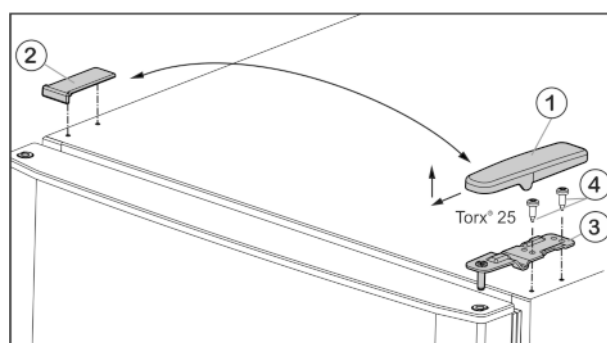

Fig. 4
- ▶ Потяните крышку Fig. 4 (1) вперед и вверх.
- ▶ Снимите крышку Fig. 4 (2).
- ▶ Открутите верхний опорный кронштейн Fig. 4 (3)(2 шт. Torx® 25) Fig. 4 (4) и вытяните вверх.
- ▶ Установите верхний опорный кронштейн Fig. 4 (3) на новой стороне шарнира и защелкните в дверце.
- ▶ Привинтите верхний опорный кронштейн (с моментом 4 Нм) (2 шт. Torx® 25) Fig. 4 (4). При необходимости используйте аккумуляторный шуруповерт.
- ▶ Наденьте и защелкните крышку Fig. 4 (1) на противоположной стороне снаружи.
- ▶ Также наденьте сверху и защелкните крышку Fig. 4 (2) на противоположной стороне.